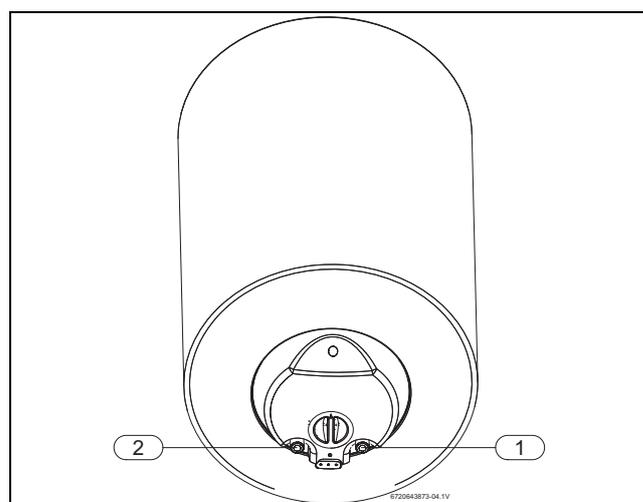

Fig. 6
- ▶ Identificarea conductelor de apa rece si de apa calda, pentru a evita instalarea gresita (Fig. 6).